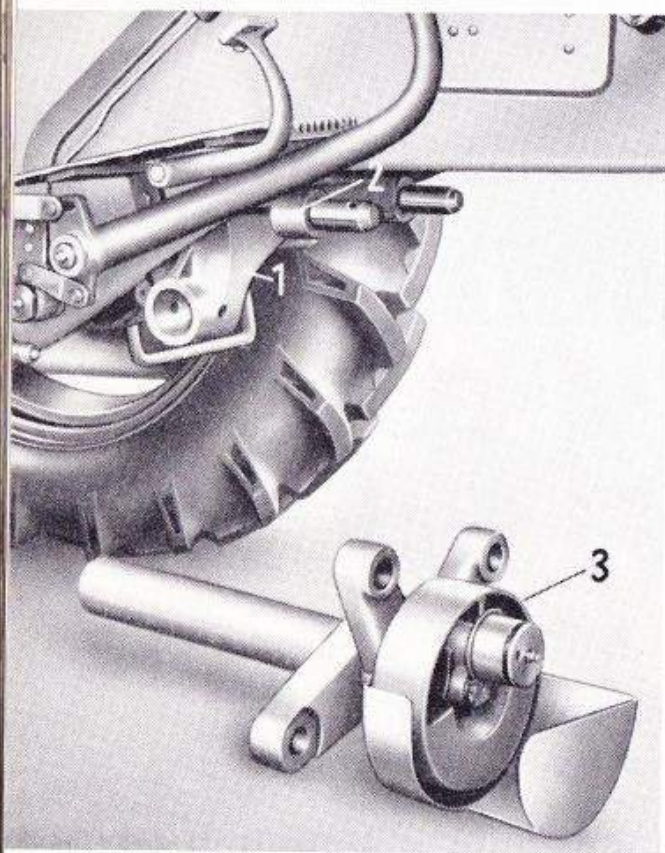

Bild 28
1. Tragbock 1 (Bild 28) am unteren
5. Mähantrieb 3 (Bild 28) mit Mähwerkswelle und gleichzeitig auf beide Bolzen der Brücke 2 schieben. Die Bolzen durch Klappfederstecker sichern.
6. Mähantrieb 3 (Bild 28) herausziehen.
1. Tragbock 1 (Bild 28) am unteren Kupplungsgehäuse durch vier Schrauben und Federringe befestigen.
6. Mähontrieb 3 (Bild 28) auf Mähwerkswelle und gleichzeitig auf beide Bolzen der Brücke 2 schieben. Die Bolzen durch Klappfederstecker sichern.